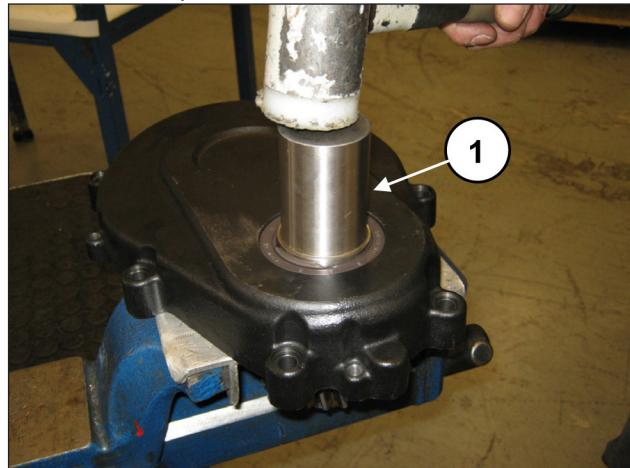

Рис. 8
Отделите шестерню от крышки, воздействуя ударной массой на шестернию (поз. ①, Рис. 8).